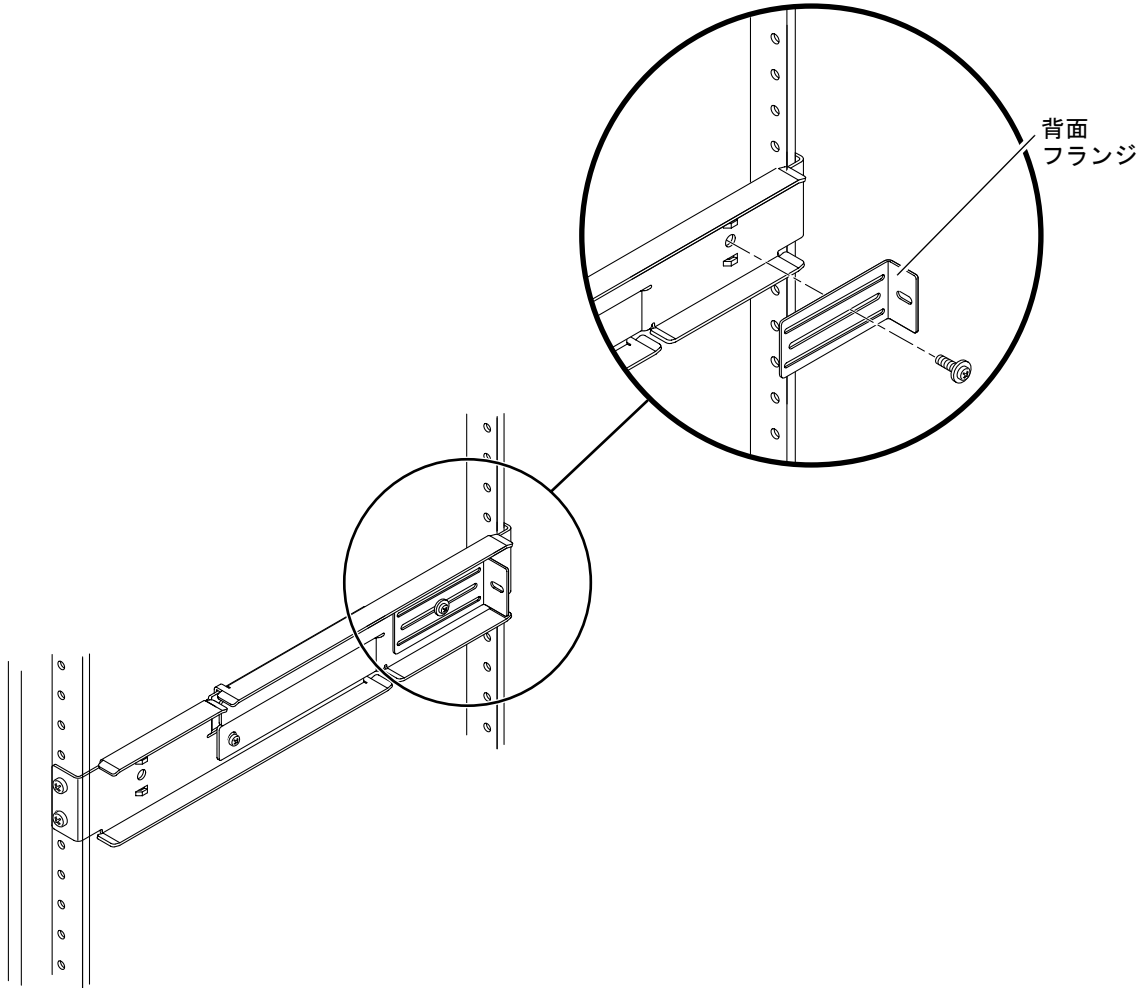

図 3-18 調節可能なレールへの背面フランジの取り付け
8. 各背面フランジに M5×10 SEM ねじを 1 本ずつ使用して、背面フランジを調節可能な各レールの背面に緩く固定します (図 3-18 を参照)。
12. サーバーをラックの取り付け位置まで押し込んでから、システムの背面に回り、システム背面に接するまで背面フランジを押しします (図 3-18 を参照)。
14. 背面フランジをラックの取り付け位置に合わせ、M5×10 SEM ねじを 1 本ずつ使用して、各背面フランジを調節可能なレールに固定します (図 3-18 を参照)。